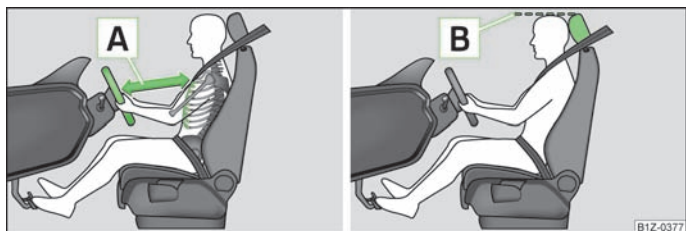

Abb. 90 Der richtige Abstand des Fahrers zum Lenkrad / Die richtige Kopfstützeinstellung
- › Das Lenkrad so einstellen, dass der Abstand **A** » Abb. 90 zwischen Lenkrad und Brustbein mindestens 25 cm beträgt.
- › Die Kopfstütze so einstellen, dass die Oberkante **B** » Abb. 90 der Kopfstütze sich möglichst auf einer Höhe mit dem oberen Teil Ihres Kopfes befindet.
- › Die Kopfstütze so einstellen, dass die Oberkante **B** » Abb. 90 der Kopfstütze sich möglichst auf einer Höhe mit dem oberen Teil des Kopfes befindet.